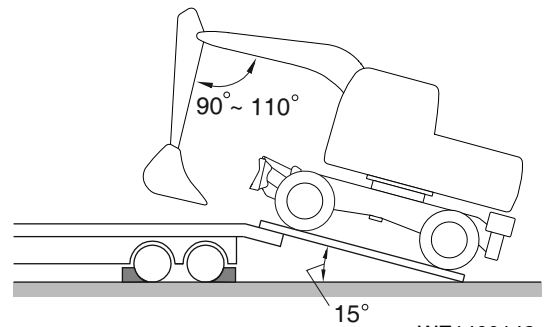

Figura 6
1. Asegurarse de aparcar el remolque en una superficie firme y nivelada. Véase Figura 6.